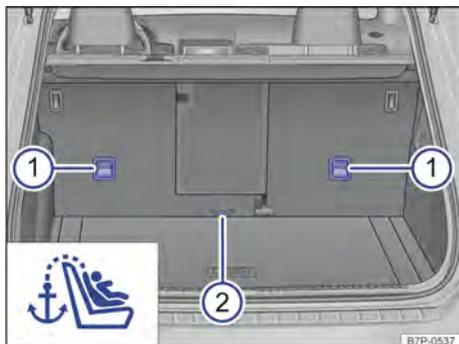

Fig. 28 Lado de trás do banco traseiro: olhais de retenção para o cinto de fixação superior.
- Conduzir o cinto de fixação superior (Top Tether) da cadeira de criança para trás, no compartimento de bagagem, e enganchar no olhal de fixação correspondente do encosto do banco traseiro → Fig. 28 (1) ou (2). O olhal de retenção (2) central deve ser primeiramente puxado um pouco para fora.